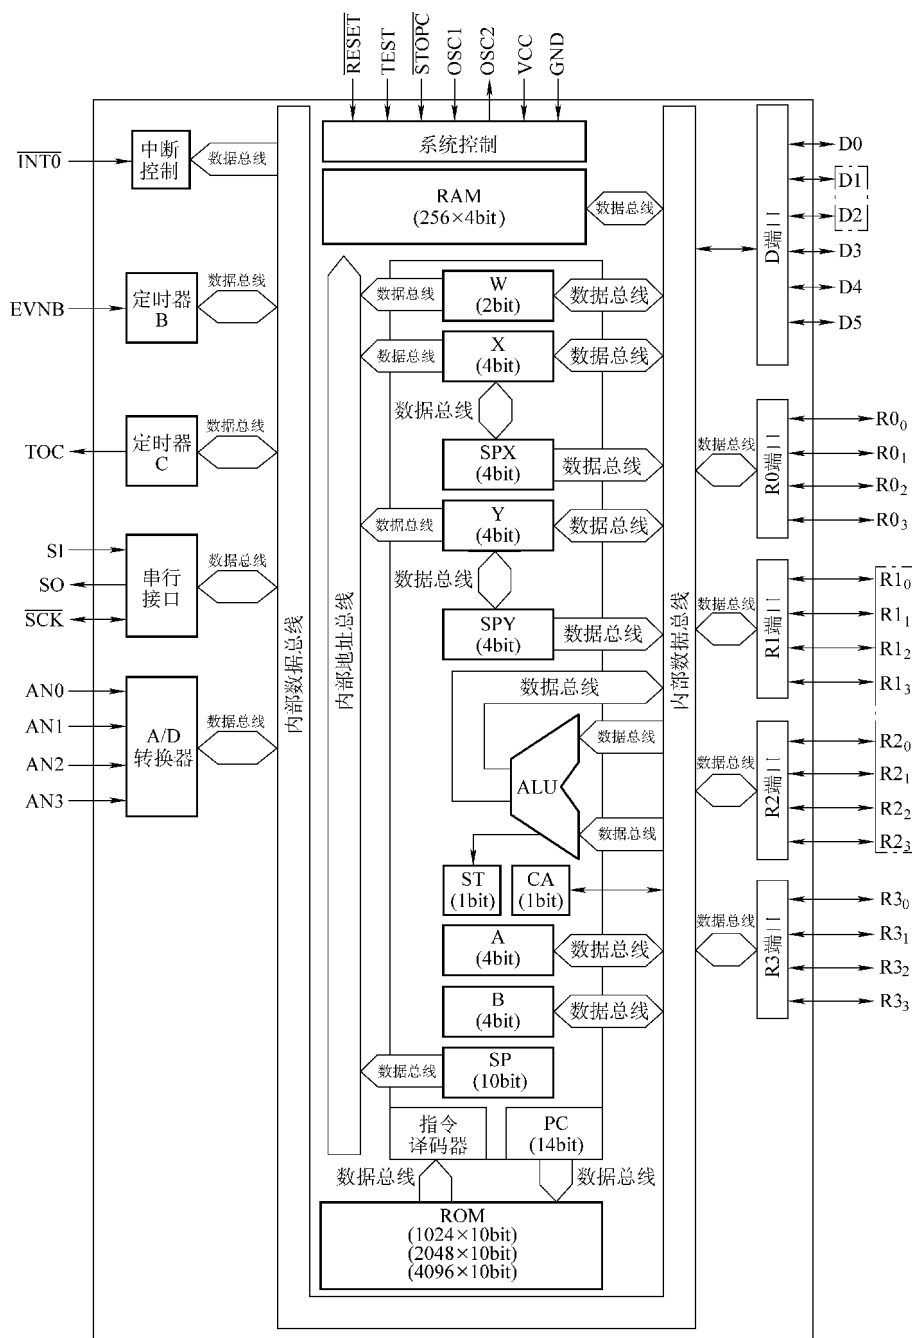

图 5-4 HD4074344S 内部框图
- (4) HD4074344S 内部框图 (见图 5-4)